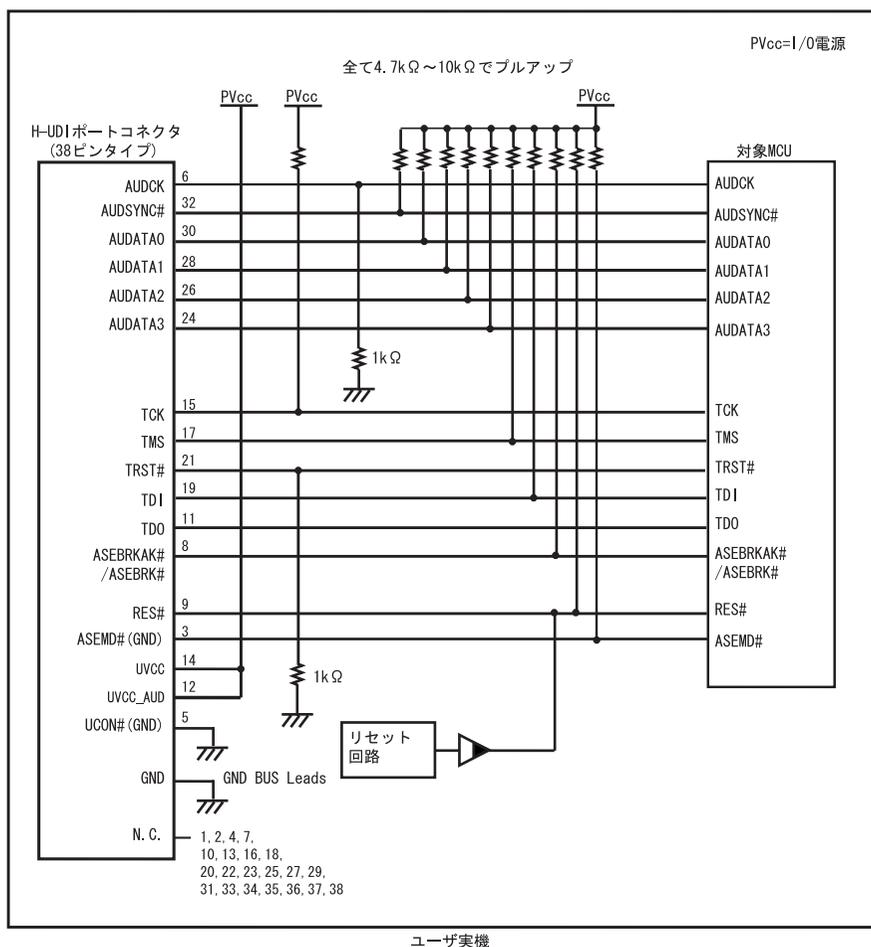

図 1.10 E10A-USB 使用時の H-UDI ポートコネクタ - チップ間の推奨接続例(38 ピンタイプ)
- 図1.10の回路を組んだ場合のE10A-USBエミュレータのスイッチ設定：SW2=1, SW3=1